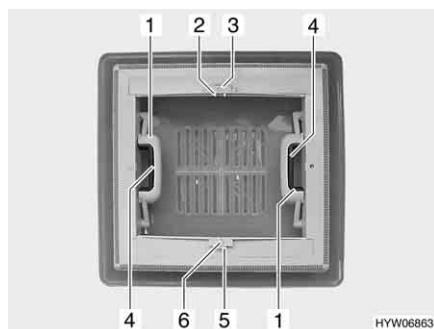

Fig. 20 Oblò a scatto
Apertura: ■ Premere la chiusura a scatto (Fig. 20,4) verso l'interno dell'oblò. Premere contemporaneamente verso l'alto l'oblò con la maniglia (Fig. 20,1).
Chiusura: ■ Tirare con forza verso il basso le due maniglie (Fig. 20,1) dell'oblò, fino a quando non scattano entrambe le chiusure.
Chiusura: ■ Premere l'arresto (Fig. 20,5) verso il lato esterno dell'oblò.
■ Tirare l'oscurante a rullo per la maniglia (Fig. 20,6) fino alla maniglia contrapposta della zanzariera a rullo (Fig. 20,2) e farla innestare.
Apertura: ■ Serrare la maniglia (Fig. 20,2). L'arresto si sblocca.
■ Ricondurre lentamente l'oscurante a rullo accompagnandolo con la maniglia (Fig. 20,6).
- Premere l'arresto (Fig. 20,3) verso il lato esterno dell'oblò.
- Tirare la zanzariera a rullo per la maniglia (Fig. 20,2) fino alla maniglia contrapposta dell'oscurante a rullo (Fig. 20,6) e farla innestare.
- Serrare la maniglia (Fig. 20,2). L'arresto si sblocca.
- Ricondurre lentamente la zanzariera a rullo accompagnandola con la maniglia (Fig. 20,2).